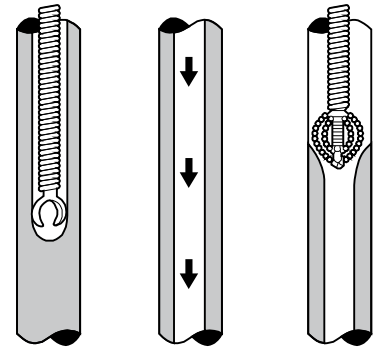

図 13
- ①パイプを傷めないために、始めにパイプ径より小さめのストレートヘッドを使用して道をつけてください。(図 13)
- ②パイプ内に水を流してください。
- ③パイプ内径いっぱいのサイズのヘッド（チェーンカッタ、スパイクカッタなど）を使用してパイプ内の付着物を完全に取り除きます。